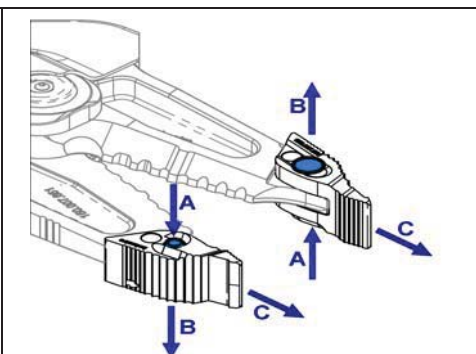

Fig. 10
- 检查销子在完全推入时是否锁止。（如 Fig. 10 所示）